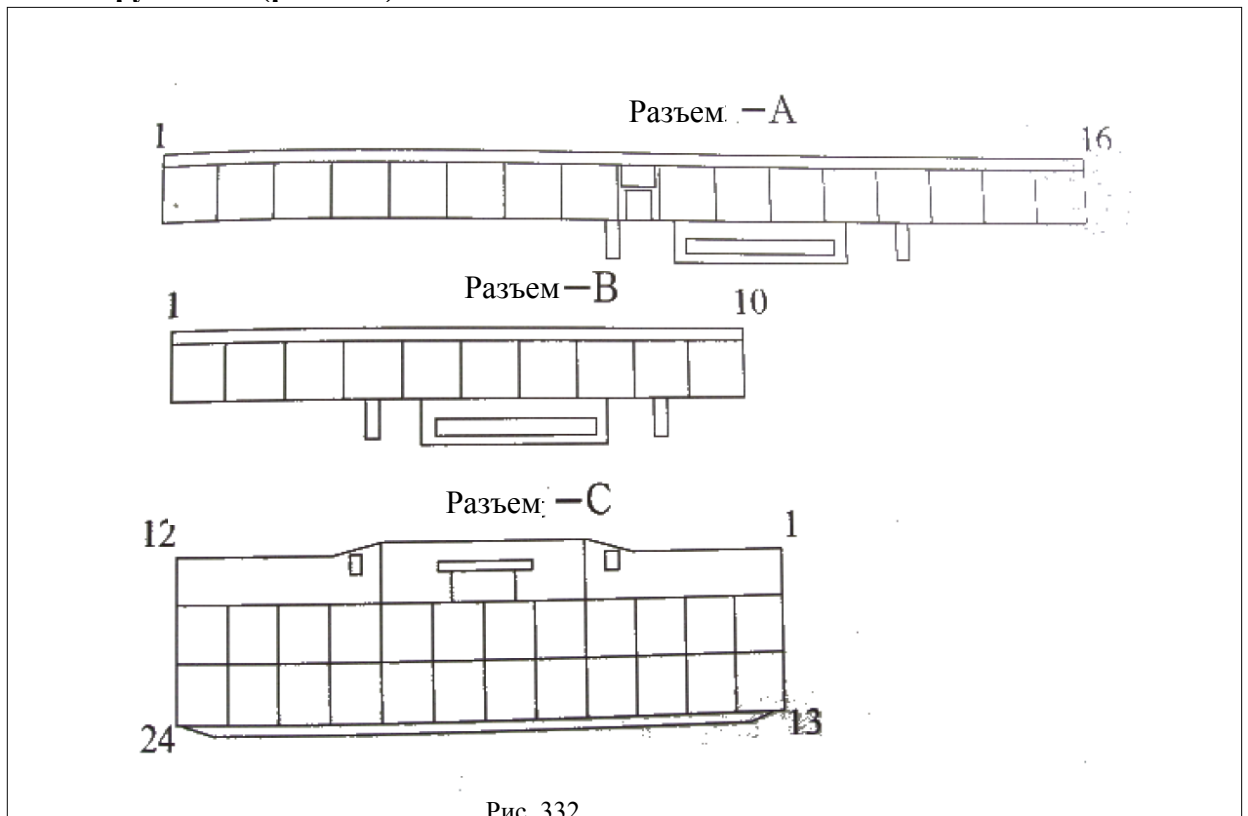

Рис. 332
1. Схема нумерации штыревых контактов разъемов комбинации приборов (см. рисунок 332)